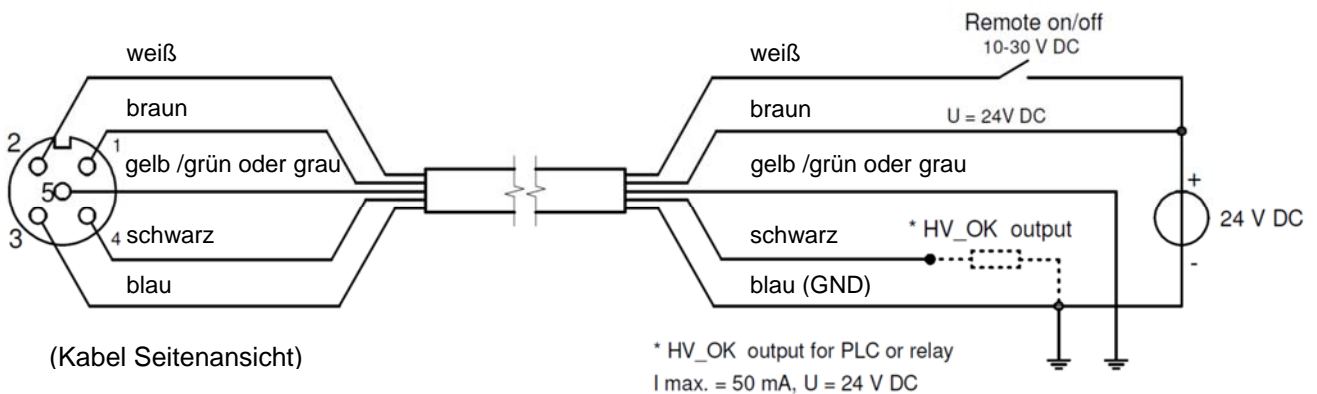

Abbildung 7: Kabelanschlüsse beim Performax IQ Easy und Performax IQ Easy Speed
- Schließen Sie die Kabel Abbildung 7 entsprechend an die Spannungsversorgung an.